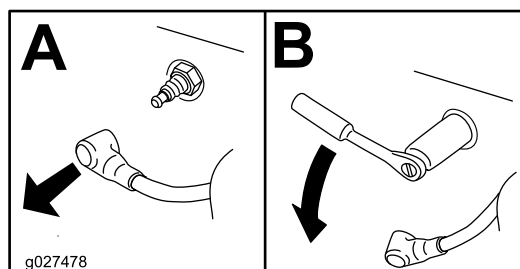

Figure 49
- Enlevez la bougie (Figure 49).